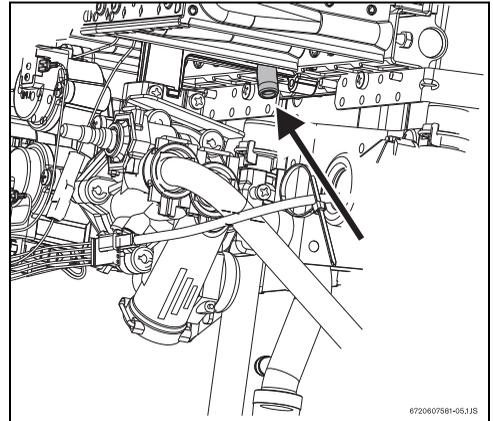

Bild 17 Messpunkt Düsendruck
- ▶ Verschlusschraube für Messtelle Düsendruck lösen (Bild 17).